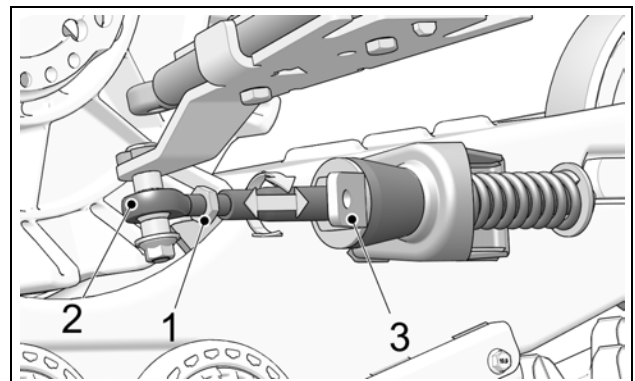

Figure 6
- Desserrer le contre-écrou (1) de l'embout à rotule. Ajuster la longueur de l'embout (2) en tournant le support de limiteur de conduite (3) au bras stabilisateur à l'aide d'une clé jusqu'à ce que la bulle du niveau soit centrée. Figure 6.